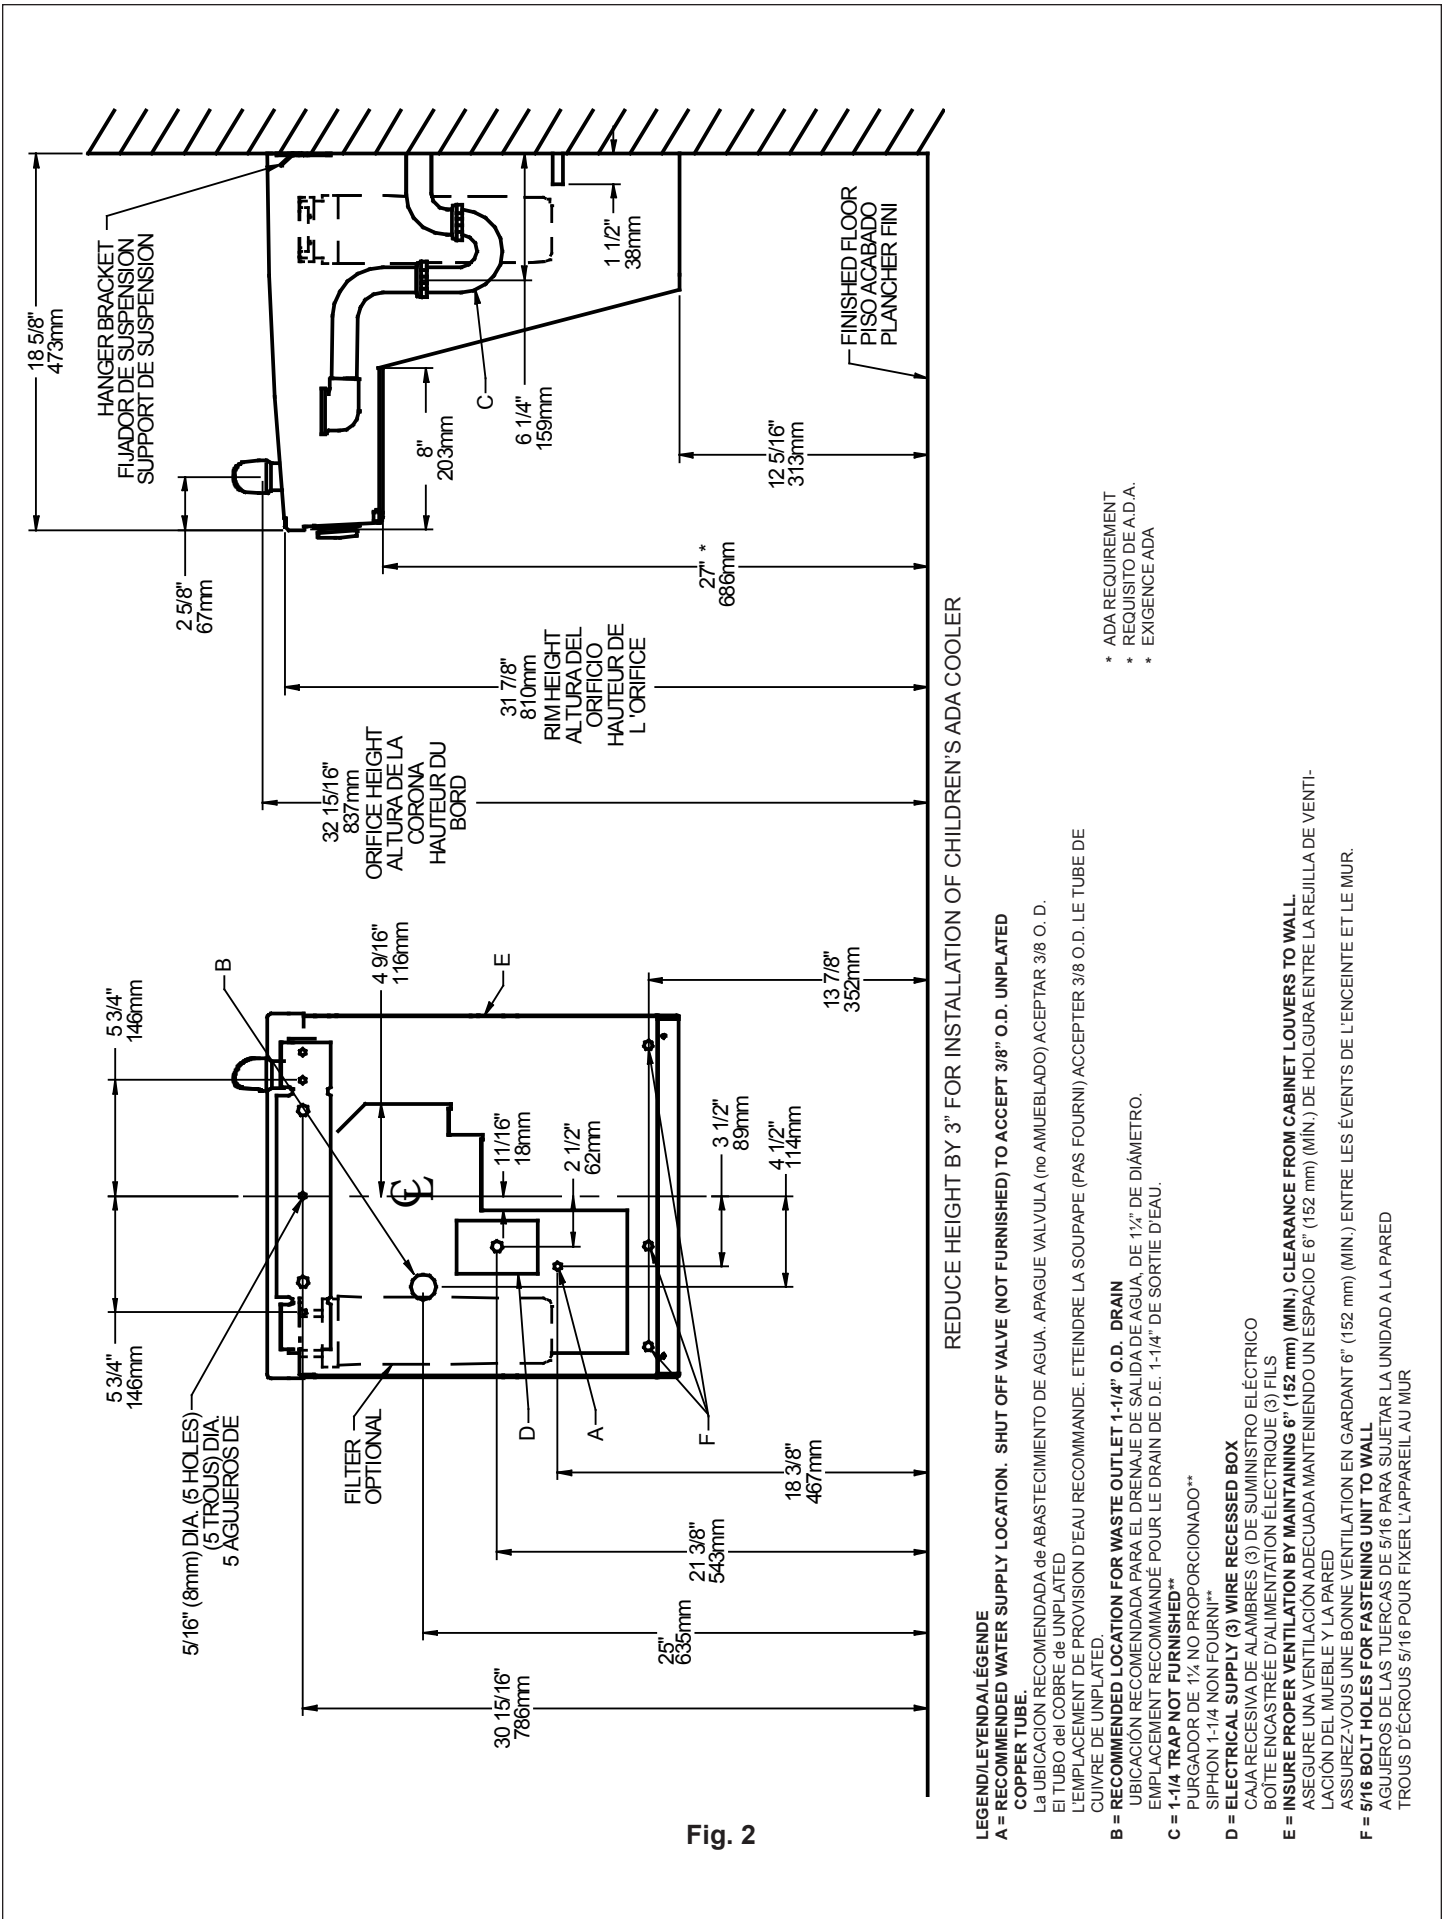

Fig. 2
- 1) Remove hanger bracket fastened to back of cooler by removing one (1) screw.
- 2) Mount the hanger bracket and trap as shown in Figure 2.
- 4) Hang the cooler on the hanger bracket. Be certain the hanger bracket is engaged properly in the slots on the cooler back as shown in Figure 2.
- 5) Loosen the two (2) screws holding the lower front panel at the bottom of cooler base and two (2) screws at the top (**Use torx bits sold separately**). Remove the front panel and set aside.
- 7) Remove the slip nut and gasket from the trap and install them on the cooler waste line making sure that the end of the waste line fits into the trap. Assemble the slip nut and gasket to the trap and tighten securely. Recommend fastening cooler to wall using 5/16 bolt holes, (see fig.2, "F").
- 1) Quite el fijador de suspensión sujetos a la parte posterior del enfriador quitando un (1) tornillo.
- 2) Monte el fijador de suspensión y quite el purgador como se muestra en la Fig.2.
- 5) Afloje los dos (2) tornillos que sostienen la parte inferior del panel en la parte inferior de la base del enfriador y los dos (2) tornillos en la parte superior (**Utilice los pedacitos torx vendidos por separado**). Quite el panel frontal y póngalo a un lado.
- 7) Saque la tuerca deslizante y empaquetadura del colector e insálalos en la manquera de residuos de la nevera, asegurándose que el extremo de la manquera encaje en el colector. Coloque la tuerca deslizante y la empaquetadura en el colector y apriete firmemente. Recomiende el refrigerador de la cerradura para emparedar usando 5/16" agujeros de perno, (véase fig. 2, "F").
- 1) Retirez le support de suspension à l'arrière du refroidisseur en enlevant une (1) vis.
- 2) Installez le support et le siphon tel qu'indiqué à la fig. 2.
- 4) Installez le refroidisseur sur le support en vous assurant que ceux-ci sont bien installés dans les fentes à l'arrière du refroidisseur tel qu'indiqué à la figure 2.
- 5) Dégagez les deux (2) vis retenant le panneau inférieur avant au bas de la base du refroidisseur ainsi que deux (2) vis sur le dessus (**Employez le peu Torx vendu séparément**). Retirez le panneau avant et mettez-le de côté.
- 7) Retirez l'écrou coulissant et le joint du siphon et les installer sur la conduite de vidange de la fontaine en s'assurant que l'extrémité de la conduite de vidange s'ajuste dans le siphon. Assemblez l'écrou coulissant et le joint sur le siphon et serrer fermement. Recommandez le refroidisseur d'attache pour murer utilisant 5/16" ; trous de boulon, (voir la fig. 2, " ; F" ;).